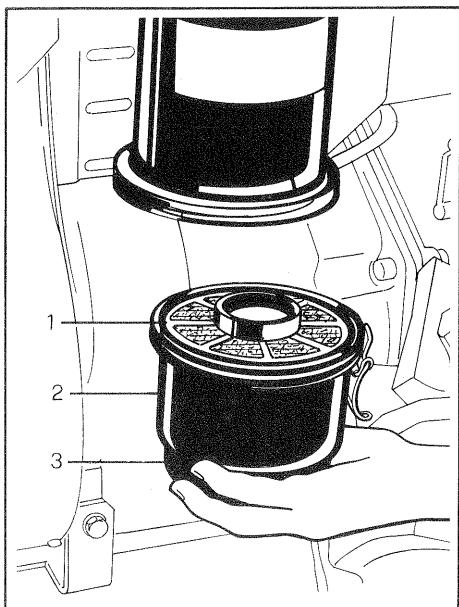

Fig. 15 - Bild 15
Filtro dell'aria: controllare il livello dell'olio ed il deposito della polvere. La verifica del livello olio nel filtro aria deve essere effettuato con motore fermo da almeno 10 minuti. Il livello dell'olio è indicato da una tacca situata sulla vaschetta (vedere la fig. 15) e deve essere sostituito qualora sul fondo, il deposito abbia raggiunto l'altezza di 5 + 8 mm, oppure quando sia diventato troppo denso.
Changing is needed when dust build-up on the bottom is 5 to 8 mm high or oil is too thick (see fig. 15).
Filtre à air: vérifier le niveau de l'huile et le dépôt de la poussière. La vérification de l'huile dans le filtre à air doit se faire avec moteur arrêté depuis environ 10 minutes. Le niveau de l'huile est indiqué par une encoche de la cuvette. Effectuer la vidange si le dépôt sur le fond est arrivé à 5-8 mm ou si la densité est excessive (voir fig. 15).
Luftfilter: den Ölstand und die Staubablage rung kontrollieren. Die Ölstandkontrolle im Luftfilter muss nach mindestens 10 Minuten stillgelegtem Motor durchgeführt werden. Der Ölstand ist durch eine Raste auf der Wanne angegeben. Der Ölwechsel muss vorgenommen werden, wenn die Ablagerung auf dem Boden die Höhe von 5-8 mm erreicht hat, oder wenn das Öl zu dickflüssig geworden ist (siehe Bild 15).
Filtro dell'aria : lavare l'elemento filtrante (1) con petrolio o con solvente e sostituirlo se le maglie metalliche sono intasate o lesionate. Pulire la vaschetta (2) con petrolio, e riempirla con olio pulito (stesso olio del motore) fino all'apposita tacca (3) (vedere la fig. 15).
Air Filter: flush the filter element (1) in gasoline or solvent. If the filtering screen is clogged or damaged, replace it. Flush pan (2) with gasoline and fill with fresh oil (same oil as for engine) up to notch (3) (see fig. 15).
Filtre à air: laver au pétrole ou au solvant la cartouche (1). En cas de colmatage ou d'usage des mailles, remplacer le filtre. Laver la cuvette (2) au pétrole et la remplir d'huile fraîche (même huile du moteur) jusqu'à l'encoche (3) (voir fig. 15).
Luftfilter: den Filtereinsatz (1) mit Petroleum oder Lösungsmittel waschen und erneuern, falls das Metallgewebe verstopft oder beschädigt ist. Die Wanne (2) mit Petroleum waschen und mit reinem Öl (gleiches wie beim Motor) bis zur Ölmarke (3) füllen (siehe Bild 15).